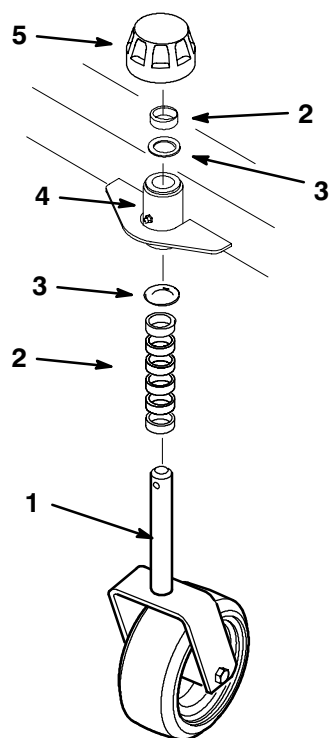

Figure 12
3. Retirer le capuchon de fixation de la fourchette de roue pivotante au support du châssis (Fig. 12).
4. Déplacer la quantité souhaitée de cales vers le dessus ou le dessous du support (Fig. 12). Veiller à disposer les cales de la même manière sur les deux roues pivotantes, et à placer une rondelle de butée de chaque côté du support du châssis.
5. Replacer le capuchon, et descendre le balai sur le sol (Fig. 12).